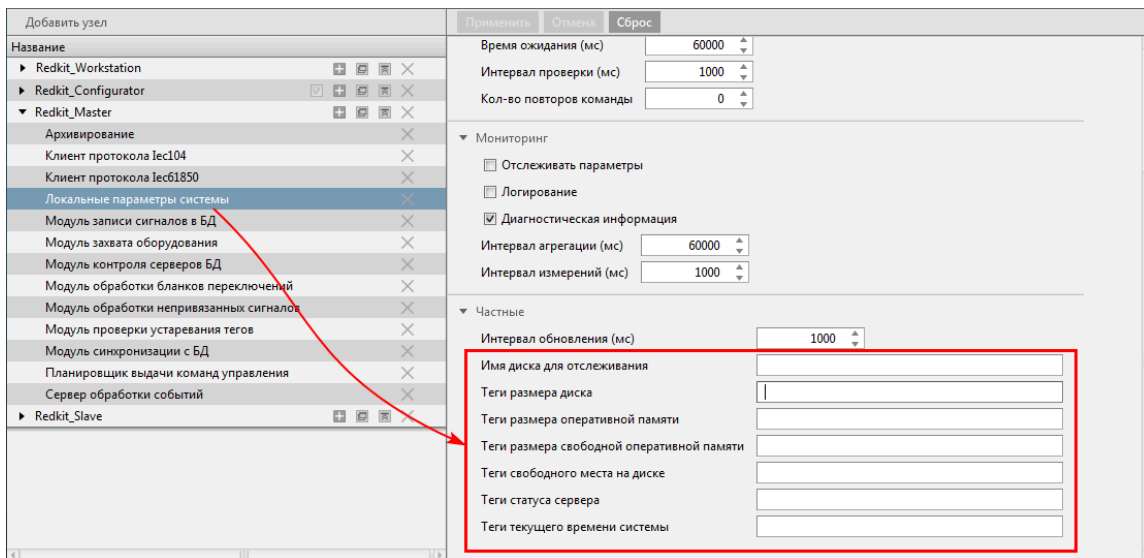

Рисунок 83 - Локальные параметры системы
2. В частных настройках модуля выберите **теги текущего времени системы**. Это теги, в которые записывается текущее системное время в формате UNIX-time (Рисунок 83).
3. В частных настройках модуля выберите теги состояния локального диска (Рисунок 83):
4. В частных настройках модуля выберите теги отслеживания состояния ОЗУ (Рисунок 83):